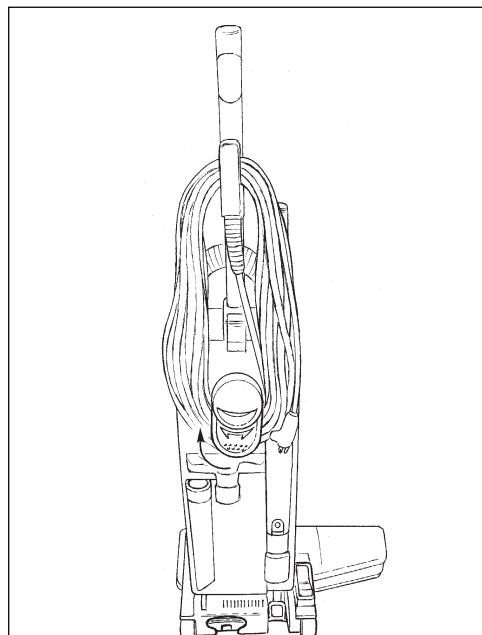

Figure 14
1. Enlevez le cordon d'alimentation des crochets de stockage, en tournant la crochets inférieur sur 180° (voir figure 14).